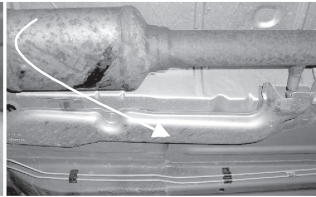

Fig. 5
4. Forvis dig om, at ledningerne på sensoren og på køretøjet er placeret på samme måde som de var oprindeligt. Hvis der følger en ny kabelbinder med sættet, skal du montere den på samme måde som den var monteret på den originale sensor. Sørg for, at eventuelle afskærmninger og dæksler bliver monteret igen på de rigtige steder (Fig. 5).
4. Kontrollera att sensorn och fordonet har samma inriktningar som ursprungligen. Om en ny buntband ingår i satsen ska det installeras med den ursprungliga sensorn som guide. Var noga med att återföra eventuella skärmar eller kåpor till sina rätta positioner (fig. 5).